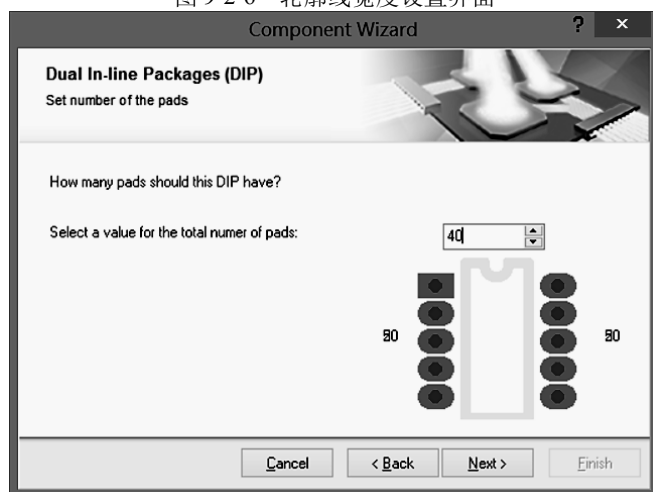

图 9-2-7 焊盘数目设置界面
(6) 单击【Next】按钮设置焊盘数目。在编辑框中输入 40 ，设置总焊盘数为 40 ，如图 9-2-7 所示。